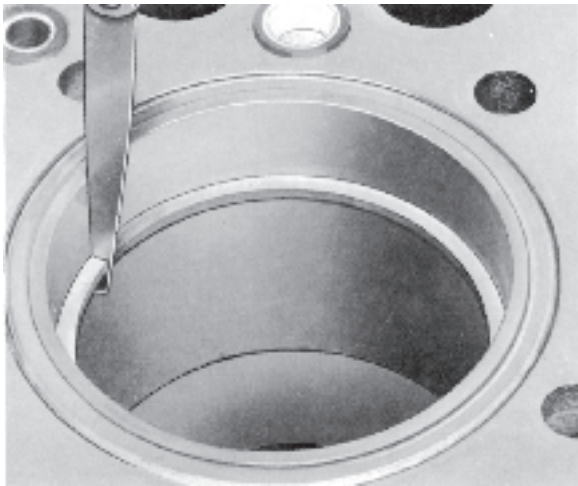
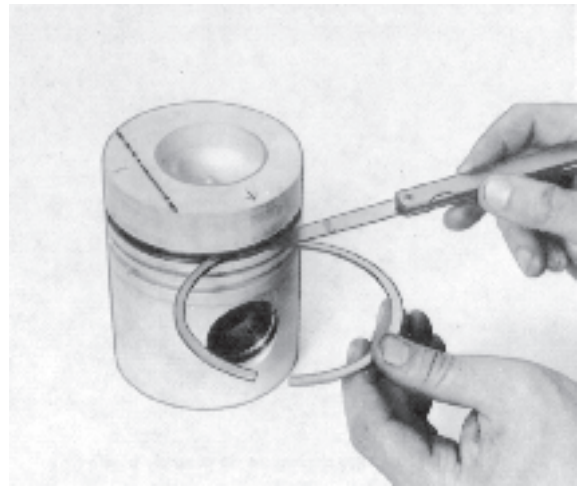

Fig. 27 Vérification de la coupe d'un segment
Fig. 28 Jeu de segment dans gorge
Les segments de piston doivent être ajustés en prenant en considération à la fois la coupe (fig. 27) et le jeu des segments dans les gorges correspondantes (fig. 28). Pour la mesure de la coupe, faire descendre les segments dans le cylindre en se servant d'un piston. La mesure de la coupe doit se faire au point mort bas.
6. Vérifier la coupe des segments dans l'alésage (fig. 27) ainsi que le jeu des segments dans les gorges correspondantes (fig. 28).